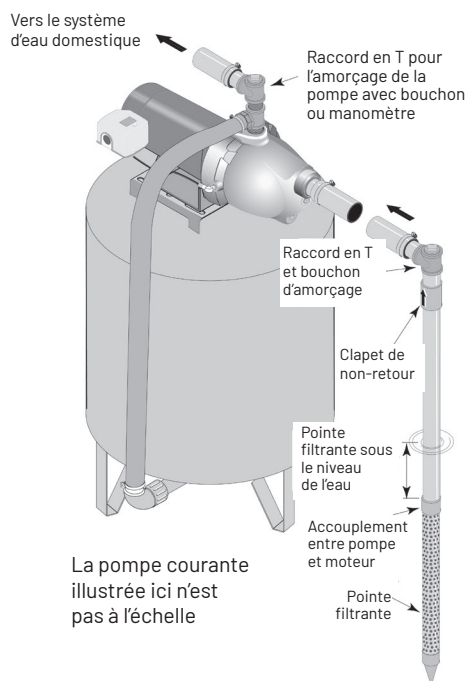

Figure 1 : Installation de mécanismes d'ancrage
3. Utilisez le moins de raccords possible (en particulier les raccords soudés) pour raccorder le tuyau de la pointe filtrante à l'orifice d'aspiration de la pompe. Le diamètre du tuyau d'aspiration doit être au moins égal à celui de l'orifice d'aspiration de la pompe. Ajoutez un clapet de non-retour si votre pompe n'en est pas équipée (figure 1).